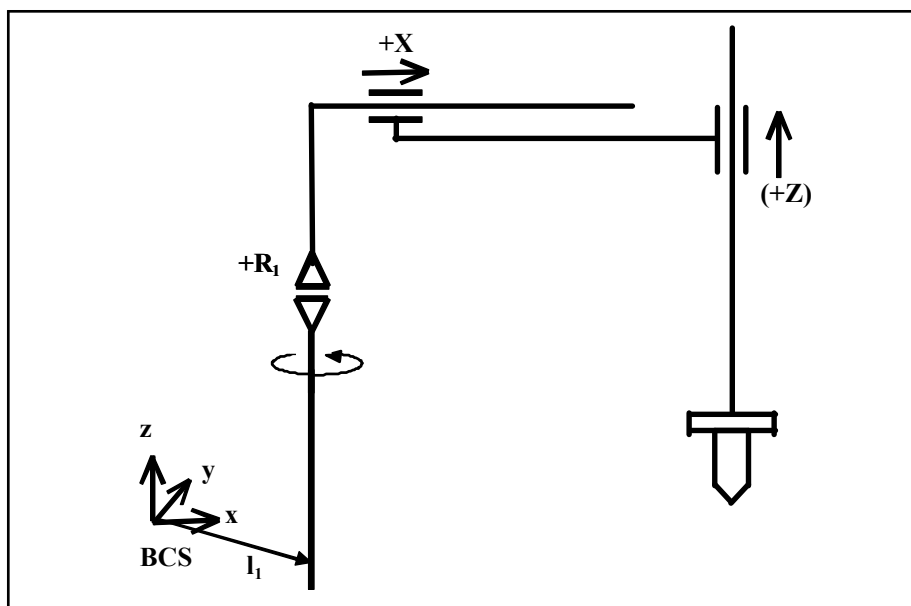
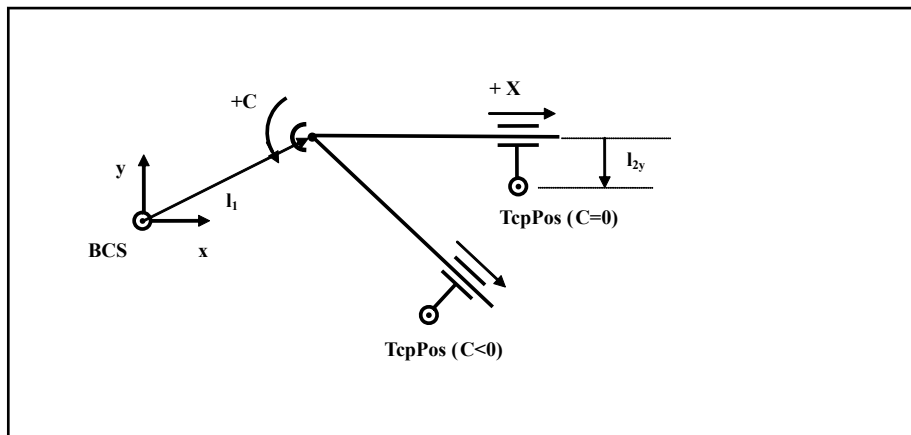

Abb. 11-100: 2-/3-Achs-Polarkinematik (Seitenansicht)
Abb. 11-101: 2-/3-Achs-Polarkinematik (Draufsicht)
Die Maschinenkonfiguration der Polarkinematik besteht aus einer Rundachse C, auf der eine Linearachse X montiert ist. Die Linearachse wird von der Rundachse mitgedreht. Wahlweise kann noch eine Vertikalachse Z vorhanden sein (vergl. Abb. 11-100 "2-/3-Achs-Polarkinematik \(Seitenansicht\)" auf Seite 398, Abb. 11-101 "2-/3-Achs-Polarkinematik \(Draufsicht\)" auf Seite 398). Die Transformation kommt an der Wirkstelle 2 zum Einsatz, d. h. sie wirkt zwischen dem Maschinen-Koordinatensystem MCS = (C,X (Z)) und dem Basis-Koordinatensystem BCS = (x,y (z)).
- Berechnet werden die MCS-Ausgangsgrößen C,X (Z)
Der BCS-Nullpunkt kann sich an einer beliebigen Position der Arbeitsfläche befinden (siehe Abb. 11-100 "2-/3-Achs-Polarkinematik \(Seitenansicht\)" auf Seite 398).